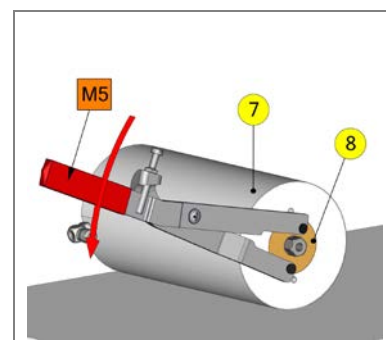
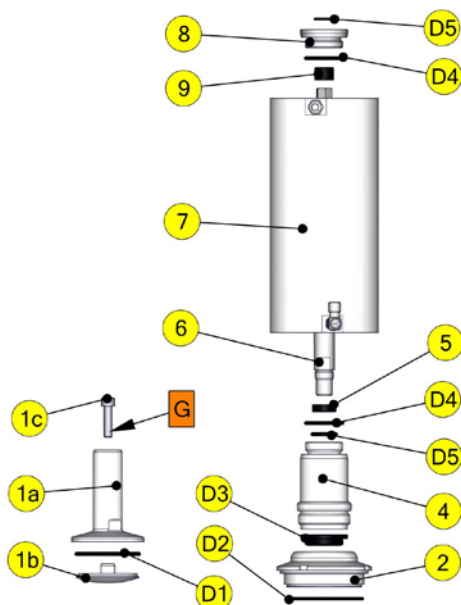

Рис. 7-6
Рис. 7-7
- Втулки (3) и (5), а также O-кольца (D4) и (D5) не требуют замены при замене контактирующих с продуктом уплотнений клапана, поэтому эти уплотнения не входят в стандартный набор уплотнений. В случае, если эти части изношены, то, пожалуйста, закажите их отдельно.
- Рис. 7-6
- Используя торцевой ключ (M5) отверните вкладыш (8) от привода (7).
- Рис. 7-7